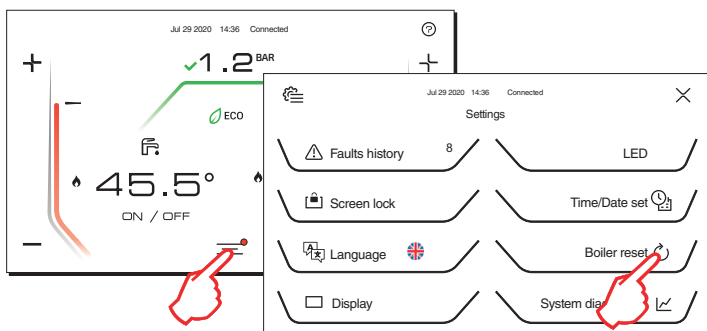

fig. 47
- 2 - Toccando l'icona del menu principale e successivamente [Reset Caldaia] quando appare una schermata simile a quella illustrata in fig. 47 (icona del menu principale con pallino rosso).